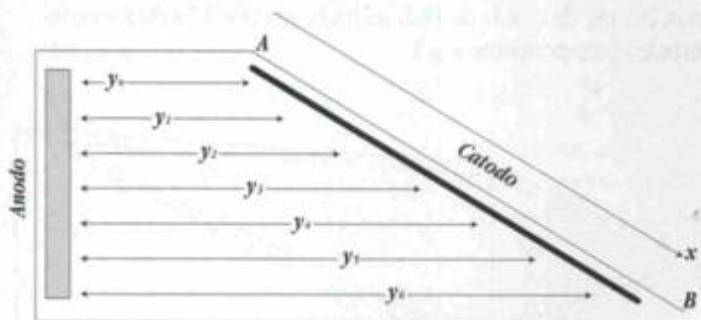

FIGURA 4 - Posicionamento do anodo e do catodo numa Célula de Hull
O catodo utilizado na Célula de Hull tem dimensões aproximadas de 10,2 cm x 6,4 cm x 0,5 cm. O anodo deve ter uma largura de aproximadamente 6 cm, altura igual ou maior que 6,4 cm e espessura variável, dependendo dos anodos originais a partir dos quais foi obtido. Os posicionamentos do catodo e do anodo na Célula de Hull estão mostrados na Figura 4.
O ensaio com a Célula de Hull é feito aplicando-se uma corrente contínua entre o anodo e o catodo. Em virtude do posicionamento destes dois eletrodos, existe uma variação da distância entre o anodo e o catodo (ver Figura 4). A região do catodo mais próxima ao anodo (A) corresponde à zona de alta densidade de corrente e a região mais afastada do anodo (B) corresponde à zona de baixa densidade de corrente. Isto porque é fácil verifi-